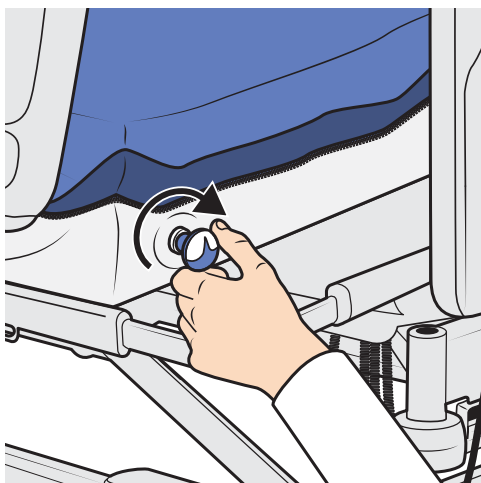

Figura 56
2. Gire la válvula (situada debajo del símbolo de válvula) del almohadón completamente en el sentido de las agujas del reloj. Véase la figura 56.